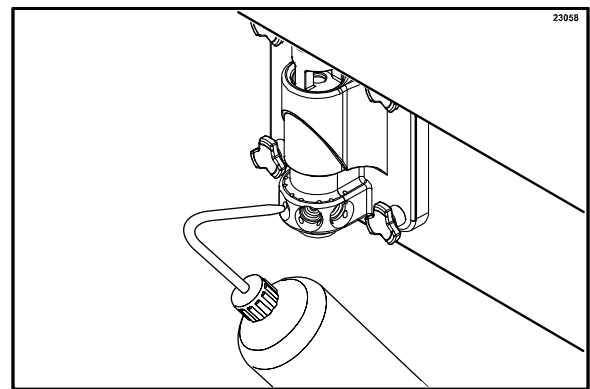

Abbildung 26
6. Die Spülflasche mit Desinfektionslösung füllen. Einen Eimer unter den Frontverschluss halten. Das Röhrchen der Spülflasche in den Sirupanschluss einführen und die Flasche kräftig zusammendrücken. Dadurch wird die Flüssigkeit aus dem benachbarten Anschluss heraus und am Kreisel entlang nach unten gepresst. Führen Sie diesen Vorgang an jeder Anschlussöffnung mindestens 10 Sekunden lang durch. (Siehe Abbildung 26.)